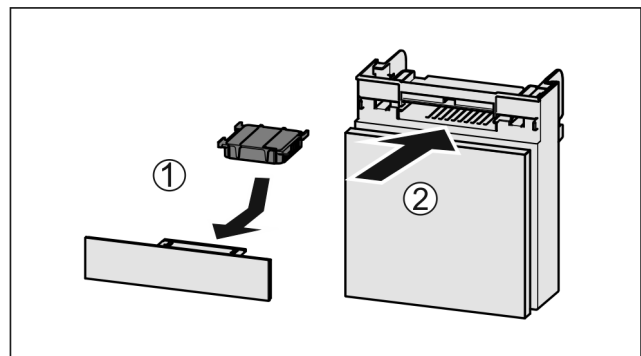

Fig. 144
- Вставити фільтр з активованого вугілля за малюнком Fig. 144 (1).
- Вставити відділення Fig. 144 (2).